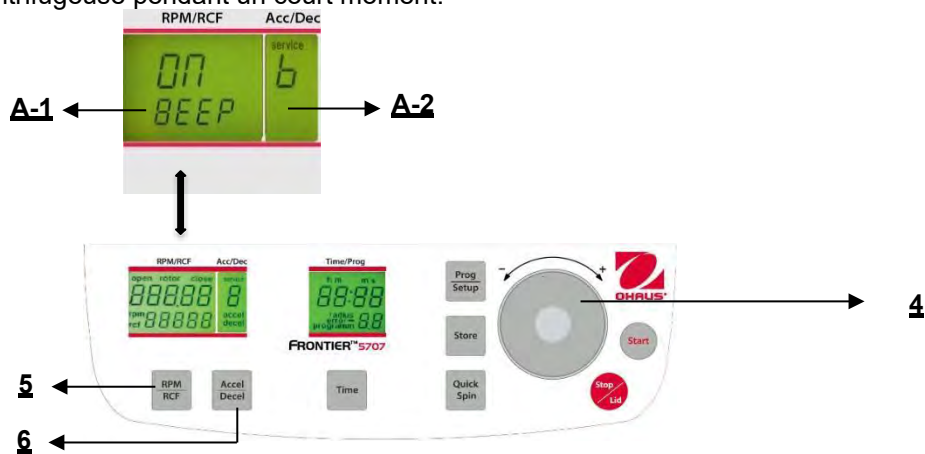

Figure. 32
Poursuivre conformément à la description du paragraphe 4.1.2 pour entrer dans ce mode de programme et appuyer ensuite sur la touche **"Accel/Decel"** (6). Sur l'affichage **"Acc/Dec"** (A-2), le mot **"Service"** clignote. Sélectionner maintenant la lettre **"B"** avec le cadran de réglage (4). Ceci entraîne l'apparition des mots **"ON/BEEP"** sur l'affichage **"RPM/RCF"** (A-1). Après avoir appuyé sur la touche **"RPM/RCF"** (5), l'utilisateur peut mettre le son du clavier sur Marche ou sur Arrêt avec le cadran de réglage (4). (voir la figure 32).